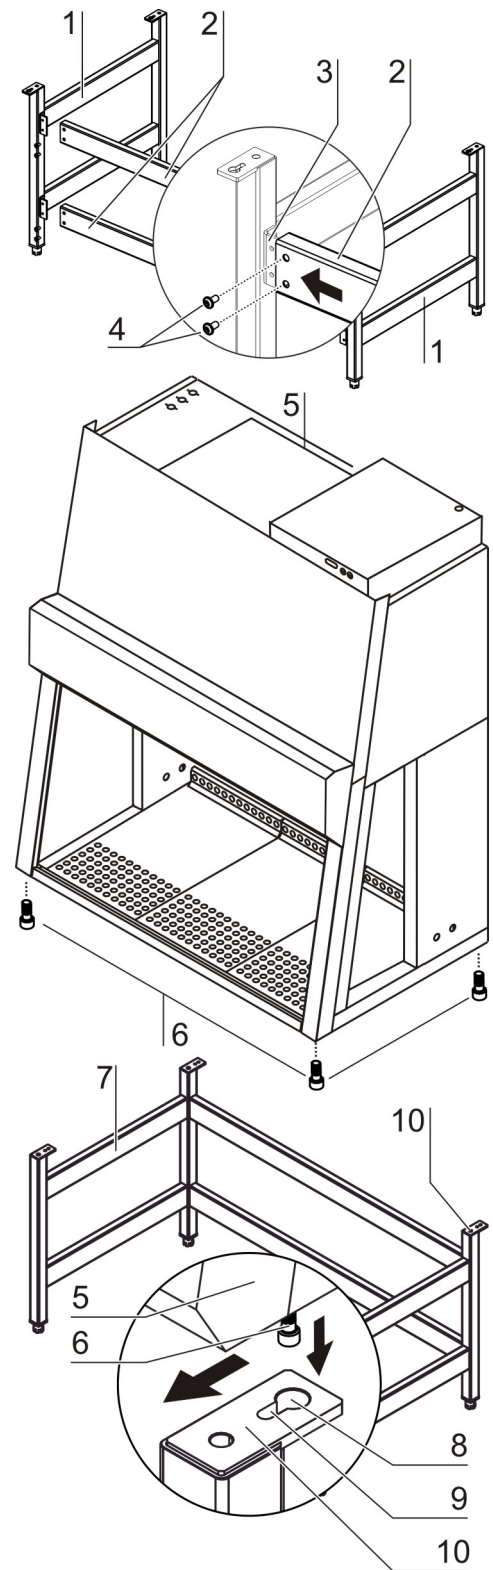

Fig. 10a
1. **Fig. 10a:** Spostare le due traverse [2] sull'angolare di supporto [3] dei pannelli laterali [1]. Avvitare le traverse con le viti [4] ai due pannelli laterali.